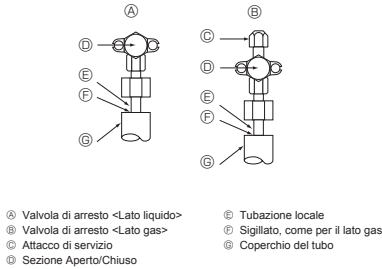

Fig. 5-4
5.4. Tubo del refrigerante e metodo di verifica tenuta (Fig. 5-4)